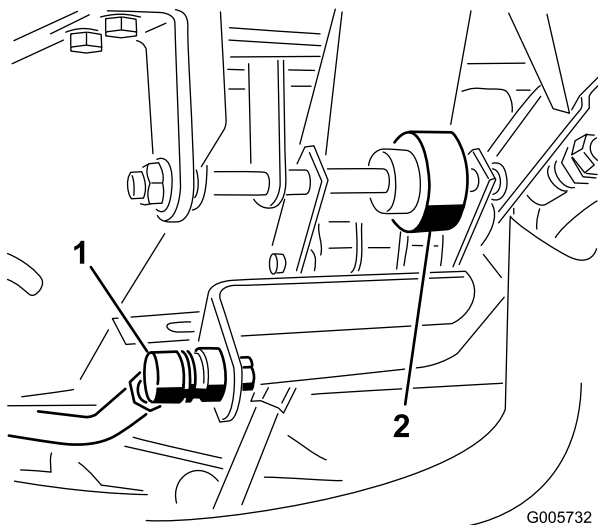

Figure 69
4. Ajustez l'extrémité de la tige de commande (Figure 69) jusqu'à ce qu'un espace de 3 mm sépare le haut de la vis de butée de la pédale de déplacement et la pédale. Resserrez les contre-écrous.
1. Desserrez les deux écrous de fixation de l'axe de la pédale de déplacement situés à droite de la pédale (Figure 69).